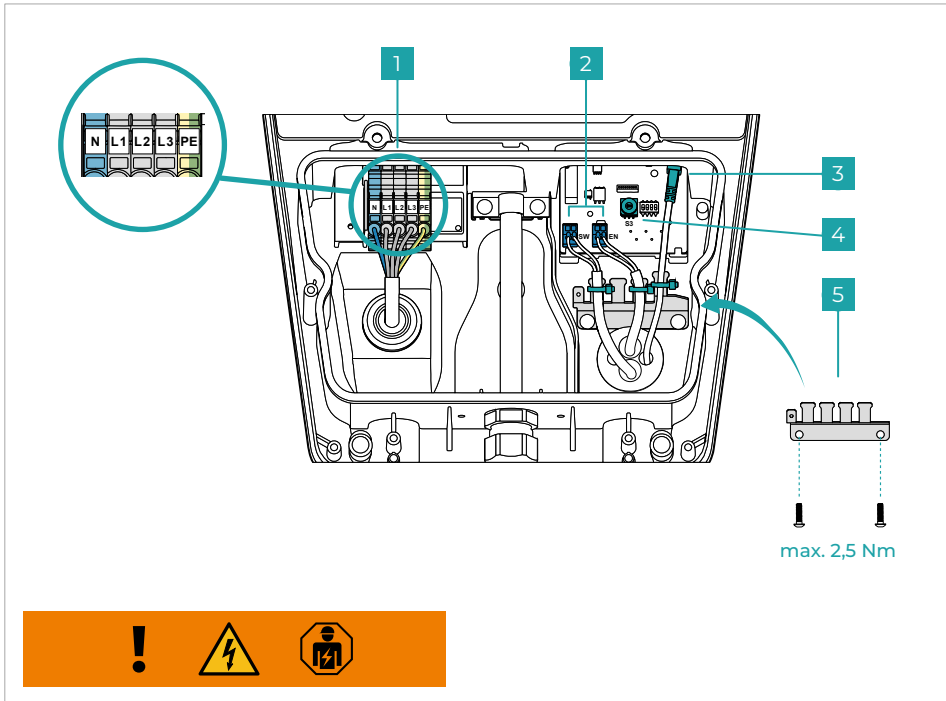
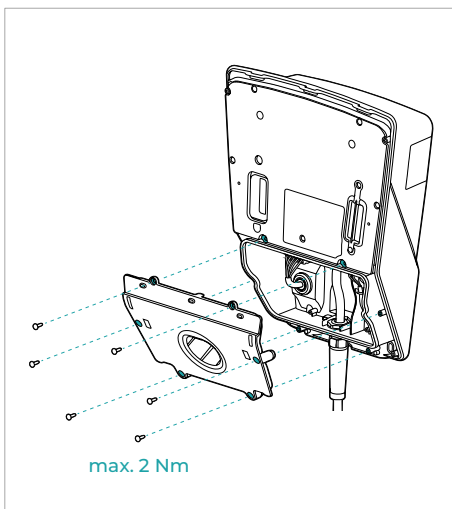

Abb. 6
Abb. 7
geschlossen werden (**Abb. 6 - Nr. 2 - EN Schnittstelle**).
- Bereiten Sie die Netzanschlussleitung entsprechend vor ($\varnothing 10 - 20 \text{ mm}$ // max. $5 \times 6 \text{ mm}^2$) und verbinden Sie diese wie unter **Abb. 6 - Nr. 1** dargestellt. In der Darstellung wird der Netzanschluss über drei Phasen dargestellt. Um das Ladesystem über eine Phase am Netz anzuschließen, nutzen Sie N, L1 und PE.
- Konfigurieren Sie den maximalen Ladestrom von 6 A bis 16 A mithilfe des Drehschalters S3, wie unter **Abb. 6 - Nr. 4** dargestellt.
- Optional: Bereiten Sie die Datenleitungen (Digital-In (EN) / Out (SW) und LAN) vor und verbinden Sie diese wie unter **Abb. 6 - Nr. 2 & 3** dargestellt. Für das Verbinden einer externen Sperreinrichtung über Digital-IN entfernen Sie vorab die Kabelbrücke.
Bringen Sie wie unter **Abb. 6 - Nr. 5** die Zugentlastung an und fixieren Sie die Datenleitungen mit Kabelbindern. Montieren Sie wie in **Abb. 7** dargestellt die untere Abdeckung des Ladesystems.